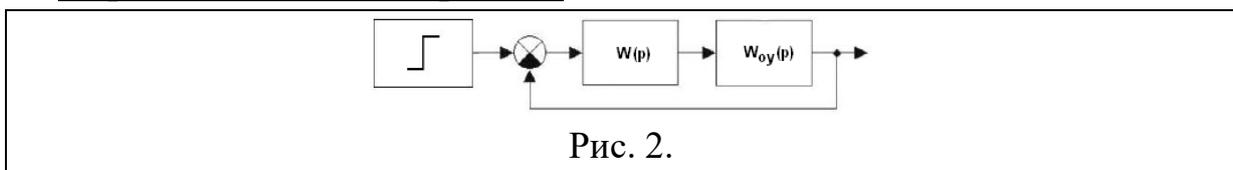

Рис. 2.
38. Ввести модель САР вида на рис. 2.